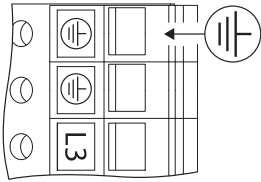

Fig. 29: Ekstra jording
- På grunn av den økte avledningsstrømmen for motorer fra 11 kW må en forsterket jording iht. EN 61800-5-1:2008-04 kobles til i tillegg (se fig. 29).